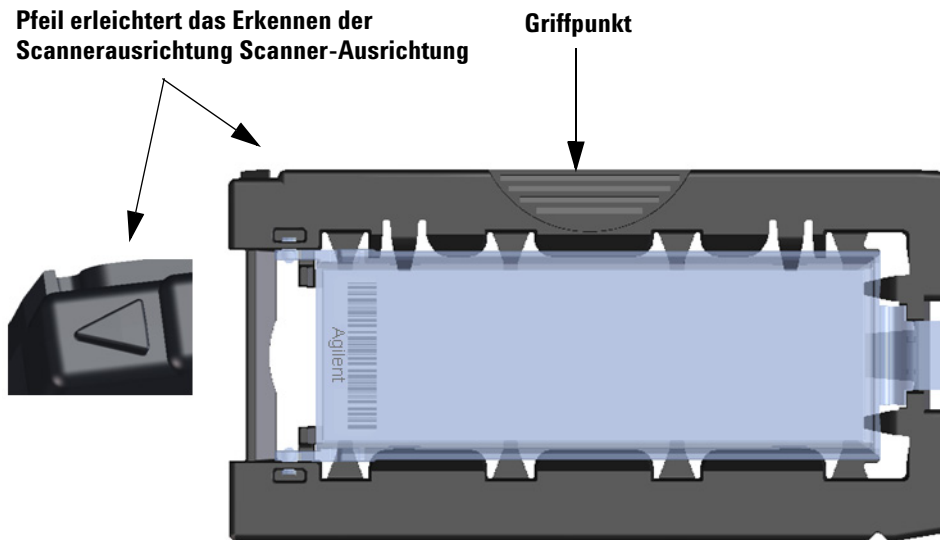

Abbildung 11 Objektträgerhalter erleichtert richtiges Einlegen des Objektträgers
- 2 Greifen Sie den Objektträgerhalter am Griffpunkt. Der Pfeil an der Oberseite des Objektträgerhalters weist nach links, wenn Sie den Objektträgerhalter richtig greifen. Siehe **Abbildung 11**.